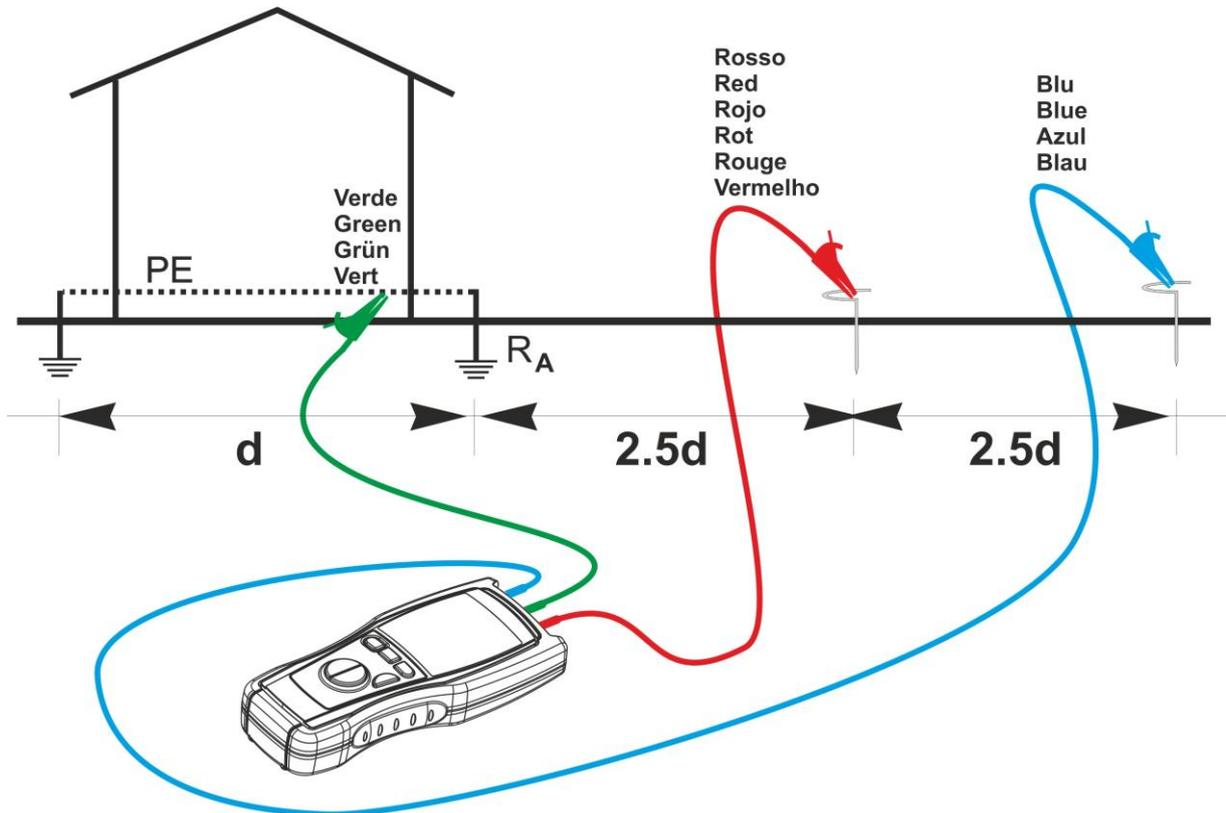

Fig. 6: Conexión del instrumento para la medida de Tierra a 3 Puntos
7. Conecte los terminales del instrumento en el punto deseado del circuito en examen (si ver Fig. 6).